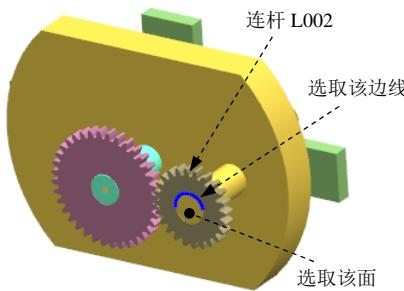

图 10.1.7 定义旋转副（一）
(1) 选择下拉菜单 **插入(S)** → **运动副①...** 命令，系统弹出“运动副”对话框。
(2) 定义运动副类型。在“运动副”对话框 **定义** 选项卡的 **类型** 下拉列表中选择 **旋转副** 选项。
(3) 选择连杆。选取图 10.1.7 所示的连杆 L002。
(4) 定义原点及矢量。在“运动副”对话框的 **指定原点** 下拉列表中选取“圆弧中心” **◎** 选项，在模型中选取图 10.1.7 所示的圆弧为定位原点参照；选取图 10.1.7 所示的面作为矢量参考面。
(5) 定义驱动。在“运动副”对话框中单击 **驱动** 选项卡，在 **旋转** 下拉列表中选择 **恒定** 选项，并在其下的 **初速度** 文本框中输入 60。
(6) 单击 **应用** 按钮，完成第一个运动副的添加。